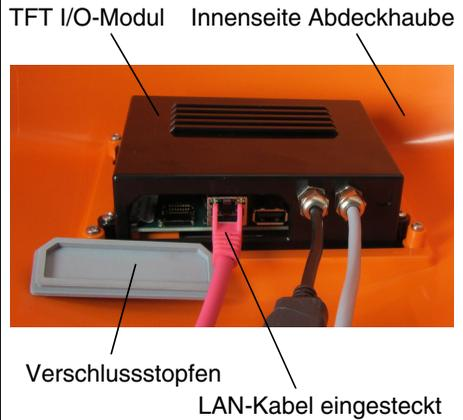

Abb. 23: LAN-Steckdose am TFT I/O-Modul
- LAN-Kabel in die LAN-Steckdose des TFT I/O-Moduls einstecken (siehe Abb. 23).